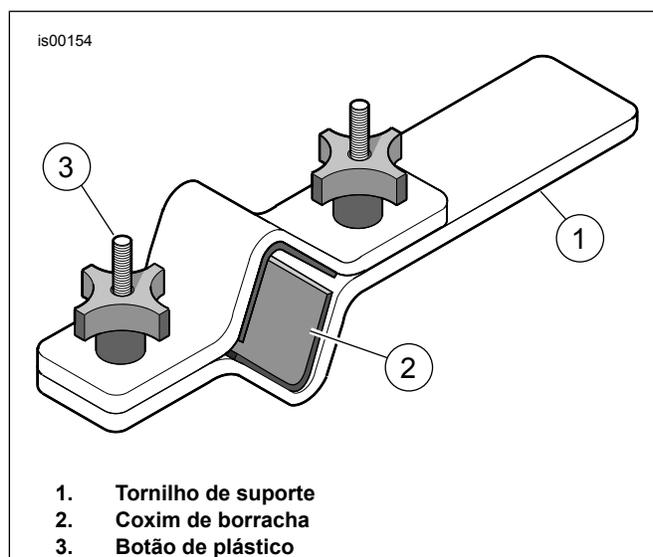

Figura 2. Suporte do tubo interno (HD-41177)
1. Veja a Figura 2. Pegue o SUPORTE DO TUBO DO GARFO (HD-41177).